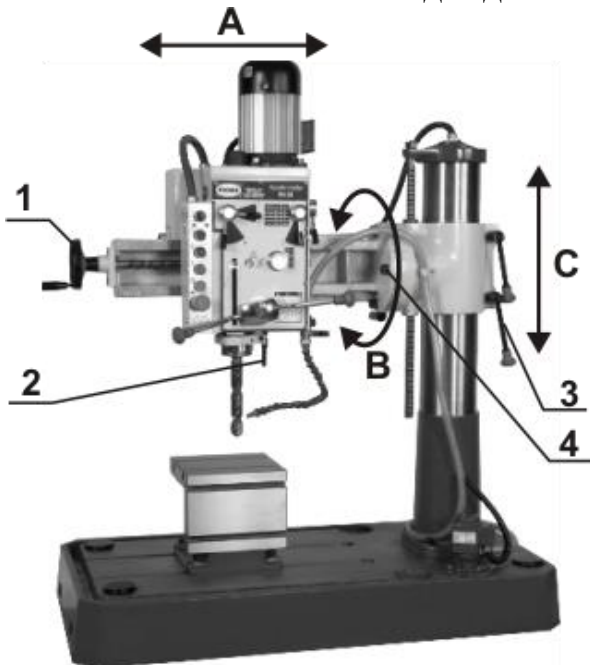

Рисунок 13
1. Движение в горизонтальной плоскости (A). Для перемещения сверлильной головки по направляющим траверсы необходимо ослабить зажим сверлильной головки 2. Вращая штурвал 1, установите сверлильную головку в необходимое положение и затяните зажим 2.(рис 13).
2. Поворот сверлильной головки в вертикальной плоскости (B). Ослабьте зажимные болты 4. Поверните траверсу, вместе со сверлильной головкой на необходимый угол, ориентируясь по шкале и затяните зажимные болты. (рис.13)
3. Перемещение сверлильной головки в вертикальной плоскости (C). Рукоятками 3 (рис.13) ослабьте зажим траверсы на колонне. Рукояткой
1 (рис.14) установите траверсу на требуемую высоту и рукоятками 3 (рис.13) зажмите траверсу на колонне.
4. Поворот траверсы в горизонтальной плоскости относительно колонны. Рукоятками 3 (рис.13) ослабьте зажим траверсы на колонне. Поверните траверсу на необходимый угол. Рукоятками 3 (рис.13) зажмите траверсу на колонне.